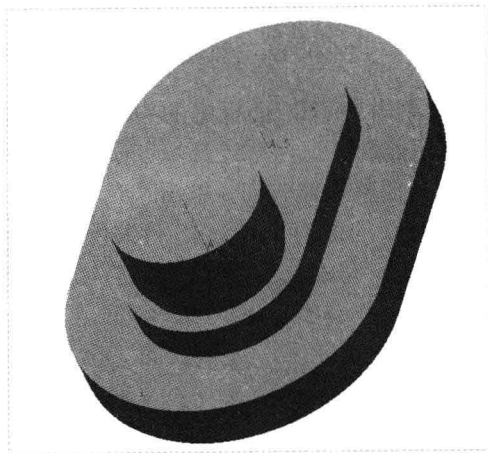

图 18-40 新建基准轴
Step 10 执行操作后，单击“确定”按钮，即可新建一条名为 A_3 的基准轴，如图 18-40 所示。